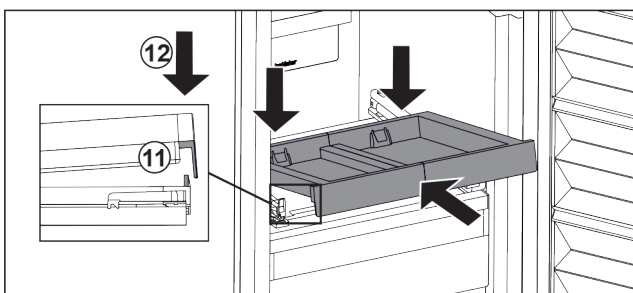

Fig. 104
- ▶ Вставити навкосою. Звертайте увагу, щоб з обох боків упор був за накладкою. Fig. 104 (11)
- ▶ Витяжну панель опустити спереду. Fig. 104 (12)